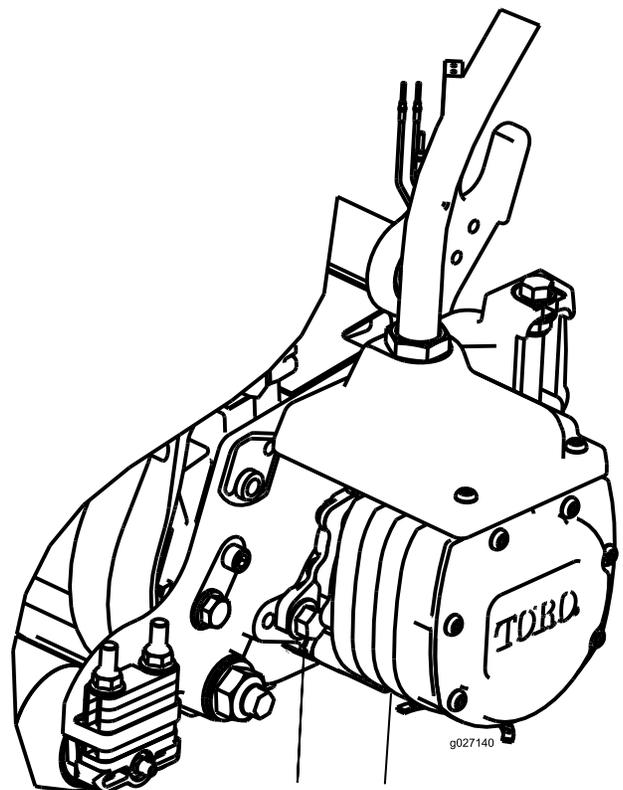

図 11
14. モータを手を持ち、右回りにひねってモータのフランジをボルトから逃がしながら、キャップスクリューにモータをセットする(図 11)。モータを左回りにひねって、ボルトにフランジをしっかりと掛け、ボルトを締めてモータを固定する。